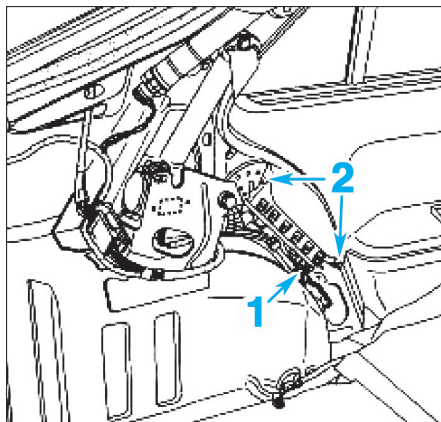

FIG. 5
- Dégager le câblage du module airbag et son fil de masse après avoir débranché son connecteur (1) (repérer le parcours du câblage et ses points de fixation) (Fig.5).
- Défaire les vis de fixation (2) puis dégager le module d'airbag.